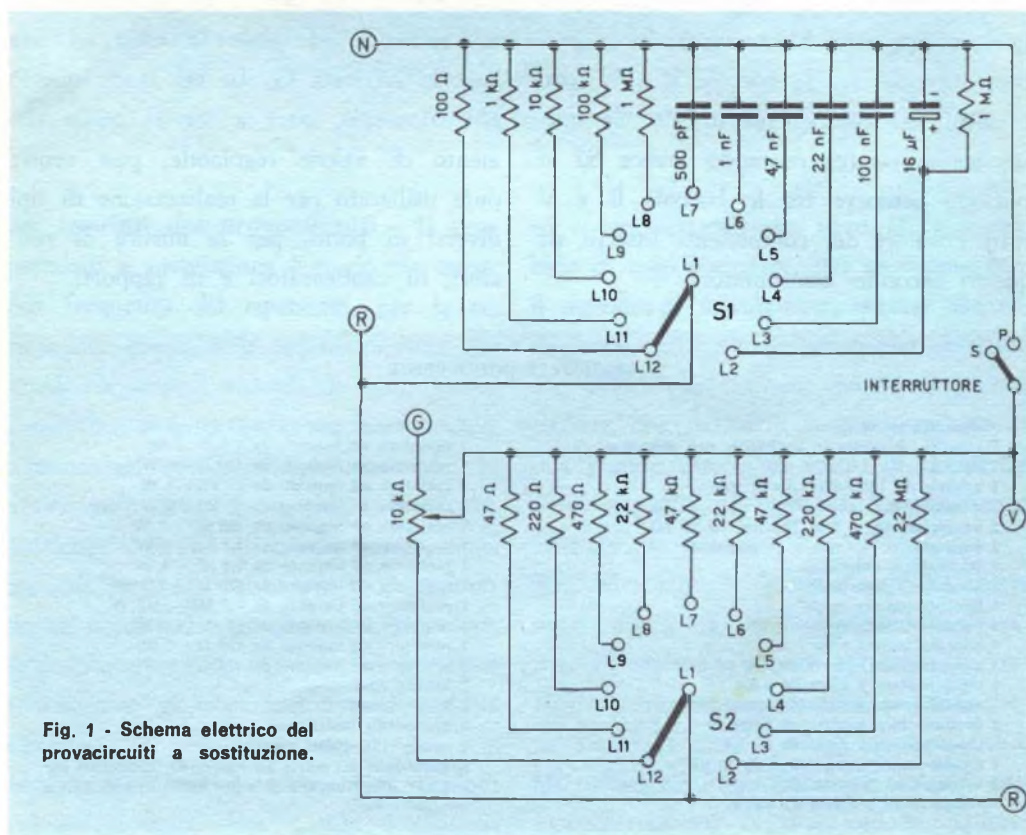

Fig. 1 - Schema elettrico del provacircuito a sostituzione.
**Descrizione dello schema** - Dal punto di vista elettrico, il funzionamento del provacircuito a sostituzione, il cui schema è riportato nella *fig. 1*, è facilmente comprensibile: infatti si tratta semplicemente di una serie di resistori e condensatori, di valori opportuni, che possono essere inseriti singolarmente od in combinazioni di due per avere a disposizione una gamma di valori più vasta di quella ottenibile con i componenti esistenti, nonché una svariata serie di combinazioni di gruppi RC.
Osservando la *fig. 1* si constata che il provacircuito a sostituzione è costituito principalmente da due commutatori (S1 e S2) a 1 via e 11 posizioni: ogni elemento (resistore o condensatore) ha un terminale collegato alle vie di un commutatore (S1 o S2) mentre i terminali liberi di questi elementi sono collegati insieme e, rispettivamente, con la boccia N o con la boccia V; i due cursori di S1 e di S2 sono collegati tra loro e con la boccia R. Un interruttore può mettere in contatto le bocce N e V.